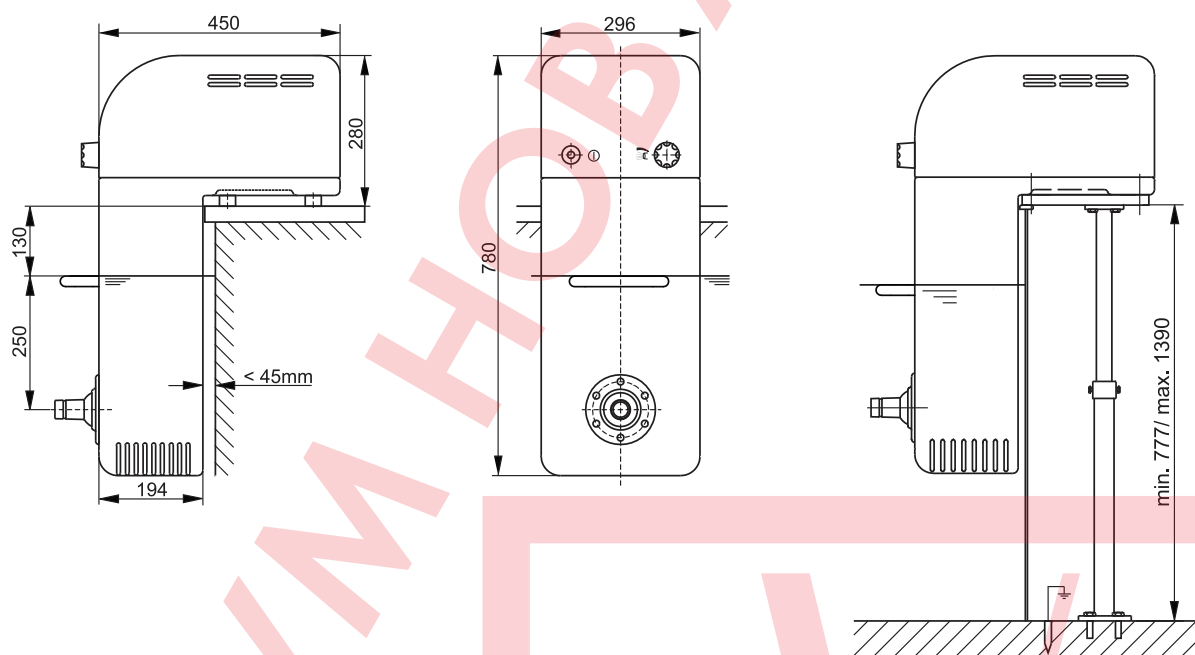

Рис.6
10.6 ВНИМАНИЕ! Следите за максимальным уровнем воды, см. рис.6 и отметками на корпусе противотока. Недопустимый уровень воды может привести к нарушению работы противотока.